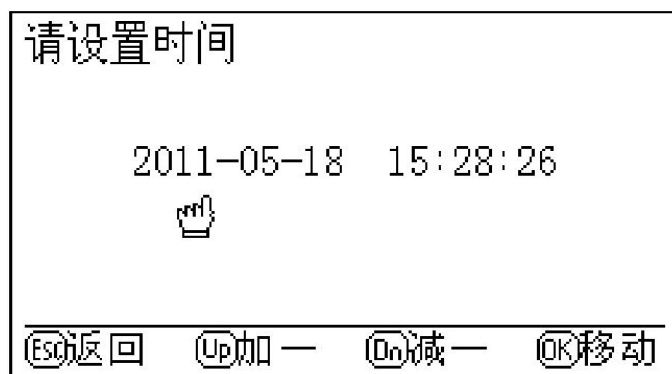

图 16
4.5 在图 2 所示的界面下，若选择时间设置操作，将出现时间设置界面，如图 16，此时可对系统时间进行修正。